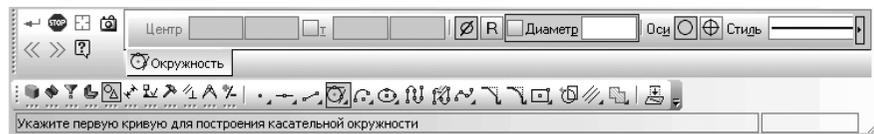

Рис. 8.95. **Панель свойств: Окружность, касательная к двум кривым, Компактная панель**, с нажатой кнопкой  **Окружность, касательная к двум кривым** и строка сообщений
**Панель свойств: Окружность, касательная к двум кривым, Компактная панель**, с нажатой кнопкой  **Окружность, касательная к двум кривым**, и строка сообщений показаны на рис. 8.95.